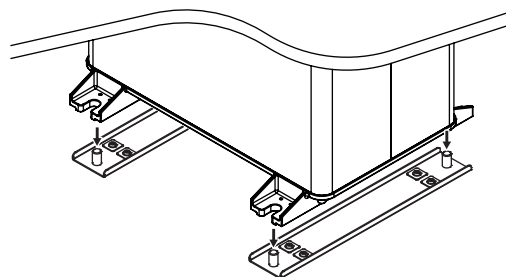

図3) 蓄電池本体の位置決め
- 下図3)のように、屋内設置用金具の上に蓄電池本体を置き、4隅の位置合わせをしてください。